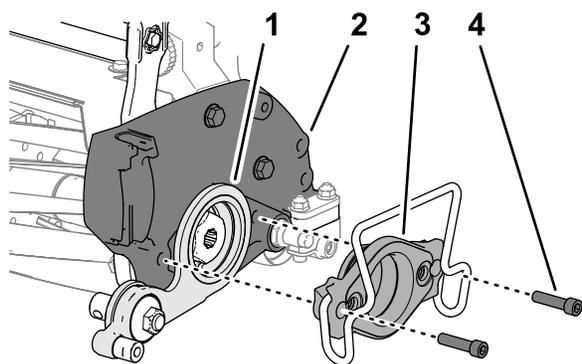

图 19
1. 如**图 19**所示将总轮总成与滚刀组对齐。
2. 如**图 19**所示将总轮板与滚刀组侧板对齐。
3. 穿过总轮板将马达支架组装到滚刀组的侧板中**图 19**。
4. 使用您在 **拆下马达支架 (页码 4)**中拆下的 2 个六角头螺丝5/16 x 1¼ 英寸将支架组装到板上**图 19**。